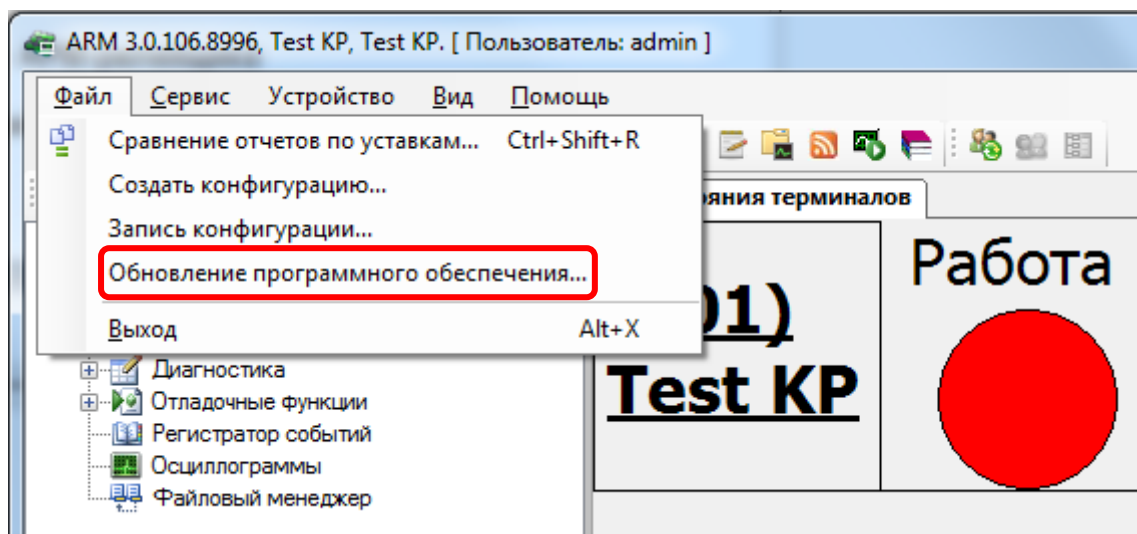

Рисунок 3 – Диалоговое окно «Обновление программного обеспечения»
4.1 Выбрать пункт главного меню **Файл** -> **Обновление программного обеспечения** (см. рисунок 3).